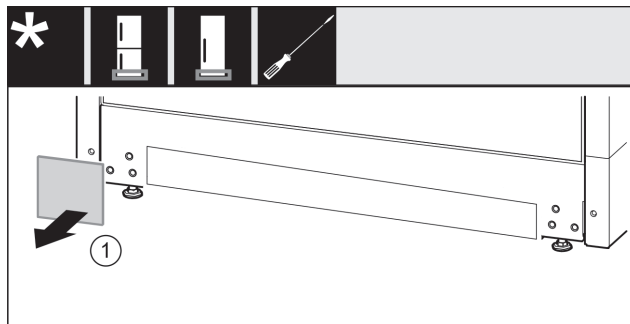

Fig. 14
- ▶ Võtke kate Fig. 14 (1) maha.